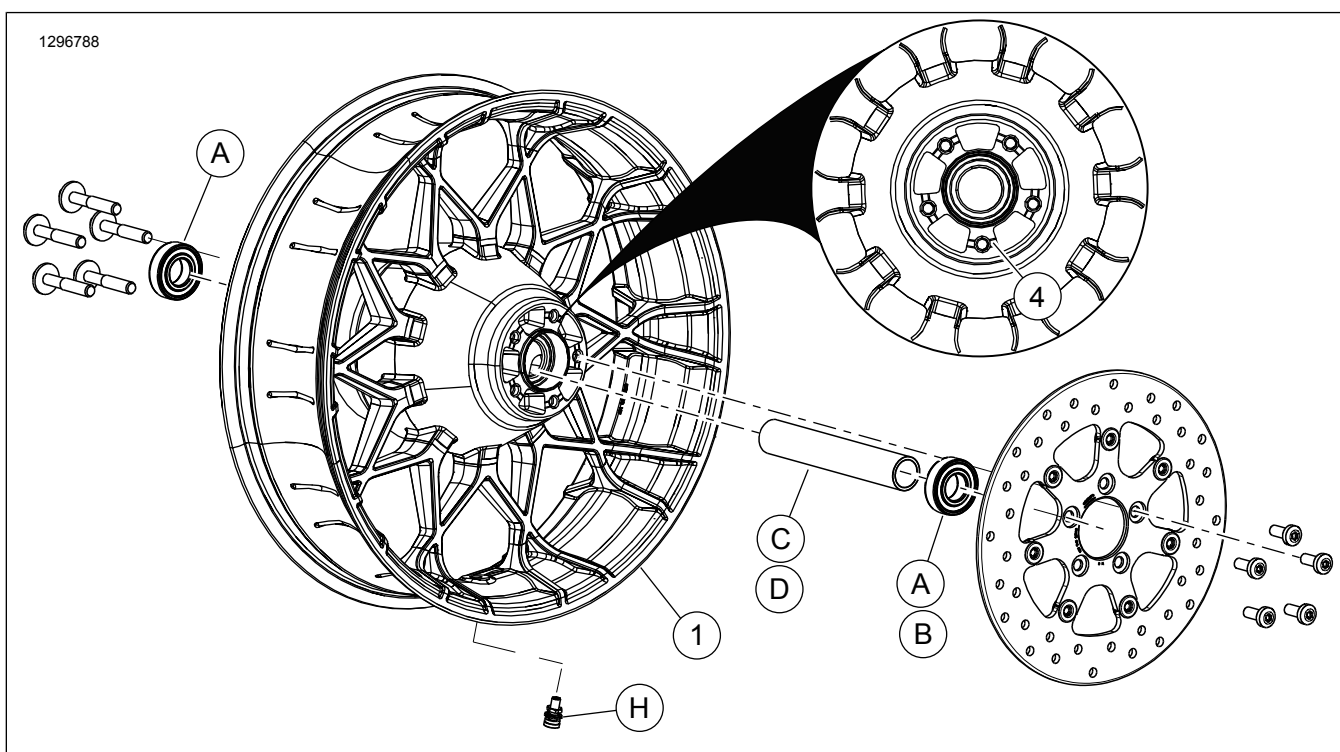

Рисунок 1. Запасные части: Заднее колесо Turbine
Данные комплекты включают в себя только кастомное колесо. См. Рисунок 1 и Таблица 2.
- См. Рисунок 1 . Установите шток клапана в сборе (Н) на колесо. См. руководство по техническому обслуживанию.